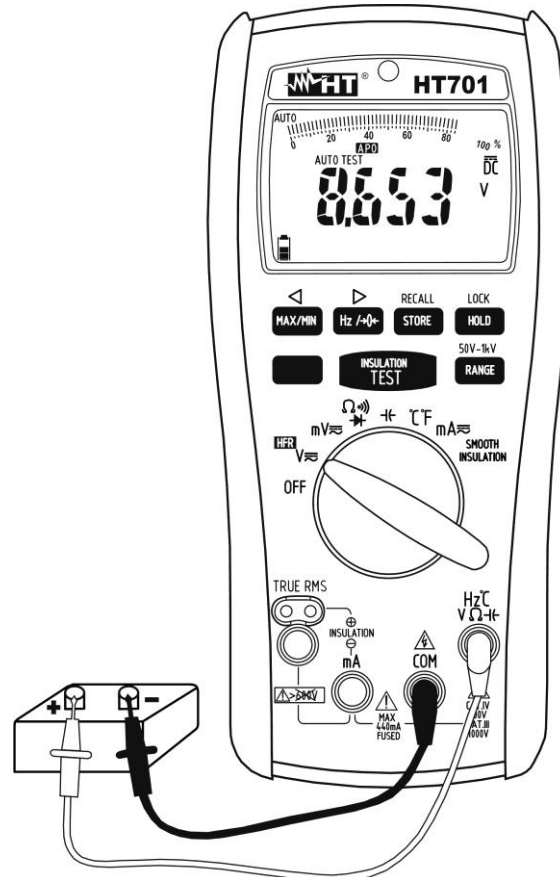

Abb. 2: Verwendung des Gerätes für Gleichspannungsmessung
4. Verbinden Sie die rote Messleitung mit der **Hz°CVΩ** Eingangsbuchse, und die schwarze Messleitung mit der **COM** Eingangsbuchse (siehe Abb. 2)
7. Das Symbol "-" auf dem Display des Gerätes gibt an, dass die Spannung die umgekehrte Richtung mit Bezug auf die Verbindung in Abb. 2